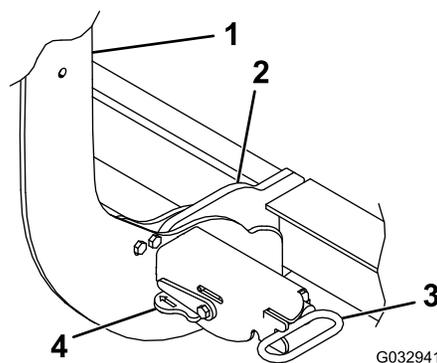

Bild 31
3. Stellen Sie die Hebel an den Kupplungen in die EIN-Stellung (Bild 31).
- Stellen Sie sicher, dass beide Kupplungsfederstifte ganz in der Kupplung eingerastet sind (Bild 31).